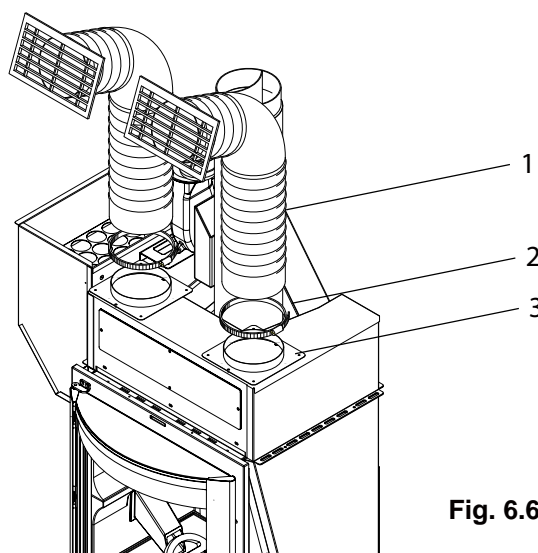

Fig. 6.6.1
Fixer le tuyau (1) aux colliers (3) à l'aide des bandes de serrage (1) (Fig. 6.6.1).